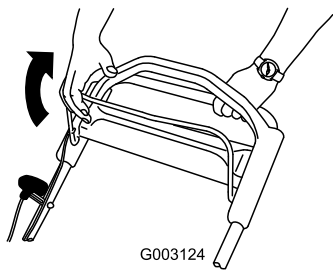

Рисунок 16
2. Потяните штангу управления ножами в направлении рукоятки (Рисунок 16).